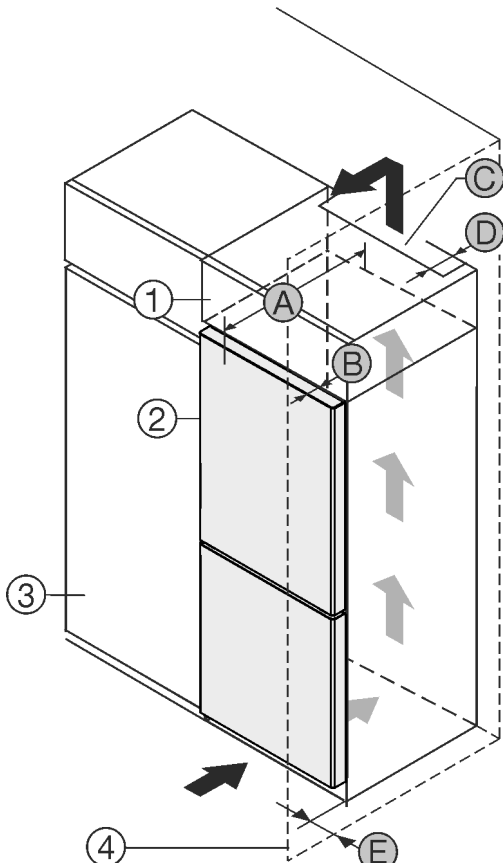

Fig. 1
- (1) Armario superior
- (2) Aparato
- (3) Armario de cocina
- (4) Pared
- (A) Profundidad del aparato
- (B) Profundidad de la puerta
- (C) Sección transversal de ventilación
- (D) Distancia con respecto a la parte trasera del aparato
- (E) Distancia con respecto al lateral del aparato
Colocar el aparato directamente al lado del armario de cocina Fig. 1 (3).*
En la parte trasera del armario superior debe haber una cámara de salida de aire con una profundidad Fig. 1 (D) que abarque toda la anchura del armario.
Bajo el techo de la estancia debe mantenerse la sección transversal de ventilación Fig. 1 (C).
Si el aparato se instala con las bisagras junto a una pared Fig. 1 (4), la distancia entre el aparato y la pared debe ser de como mínimo 40 mm. Esto equivale al saliente del tirador con la puerta abierta.
Para poder abrir totalmente la puerta, el aparato debe sobresalir la profundidad de la puerta Fig. 1 (B) respecto del frente del armario de cocina. El aparato puede sobresalir más en función de la profundidad de los armarios de cocina Fig. 1 (3) y del uso de distanciadores de pared.*
Para poder abrir totalmente la puerta, el aparato debe sobresalir la profundidad de la puerta (B) respecto del frente del armario de cocina. El aparato puede sobresalir más en función de la profundidad de los armarios de cocina Fig. 1 (3) y del uso de distanciadores de pared.*